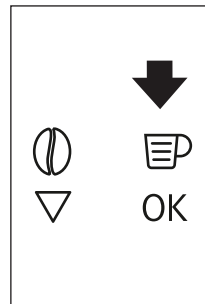
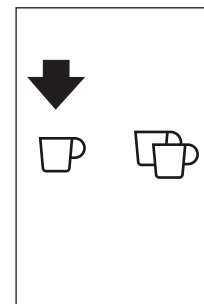
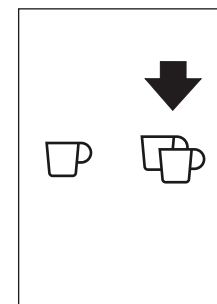

Fig. 18
Fig. 19
Fig. 20
- ▶ Premere l'icona ☉ (B5) (Fig. 18) per selezionare il tipo di caffè desiderato: espresso, tazza piccola, tazza media, tazza grande, mug. Premere l'icona ☉ (B10) (Fig. 19) se si desidera fare un caffè, se, invece, si desidera fare 2 caffè premere l'icona ☉ (B11) (Fig. 20). A questo punto la macchina macina i chicchi ed esegue l'erogazione nella tazza. Una volta ottenuta la quantità di caffè pre-impostata, la macchina ferma l'erogazione automaticamente e provvede all'espulsione della pasticca esausta di caffè nel contenitore dei fondi.